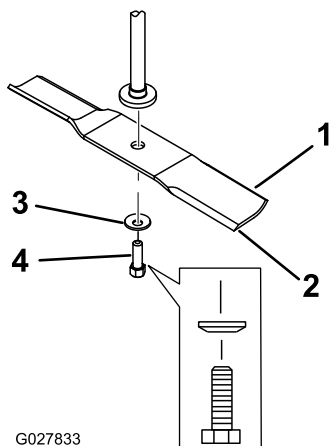

Figura 64
2. Togliete il bullone, la rondella curva e la lama dall'asse del fusello (**Figura 64**).
1. Montate la lama sull'asse del mandrino (Figura 64).
2. Montate la rondella curva (lato concavo verso la lama) e il bullone della lama (Figura 64).